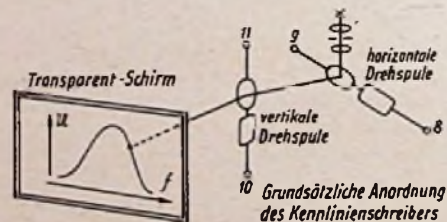

Abb. 2. Schema des Kennlinienschreibers
Von einem kleinen Oszillator (Abb. 1a) wird über das niederohmige Potentiometer P_1 die HF-Spannung entnommen und über eine abgeschirmte Leitung dem Spannungsteiler (Abb. 1b) zugeführt. Hierin wird die Spannung durch den Spannungsteiler S_1 (ca. 200 Ohm) in zehn gleiche Teile geteilt und kann über einen zehnteiligen Rastenschalter an der Klemme 5 entnommen werden. Außerdem erzeugt diese HF-Spannung im Spannungsteiler S_2 einen durch das Milliamperemeter (J) meßbaren Strom. Sind das Milliamperemeter (J) und der Spannungsteiler (S_2) frequenzunabhängig, so erhält man am Spannungsteiler eine unabhängig von der Frequenz meßbare Spannung. Als Milliamperemeter wurde ein Instrument mit Thermomuffen von 5 mA Vollausschlag und ca. 140 Ohm Widerstand verwendet. Der Spannungsteiler (S_2) ist aus dünnen (0,03 mm starken) reusenförmig angeordneten Manganindrähten aufgebaut und hat einen Gesamtwiderstand von rd. 0,9 Ohm. Die Frequenzabhängigkeit ist bis ca. 10^7 Hz vernachlässigbar. Am Spannungsteiler S_2 kann die Spannung über einen Rastenschalter meßbar abgegriffen werden. Diese Spannung (U), meist wenige Millivolt, wird (über 4 und 1) dem zu untersuchenden Schwingkreis, z. B. einem Reihenresonanzkreis (Abb. 1c) zugeführt. Mit Hilfe eines Umstecksockels können der oder die zu untersuchenden Schwingkreise in die Schaltung nach Belieben eingebaut werden. Die Ausgangsspannung U , für das in Bild 1c gewählte Beispiel ist das der Kondensatorspannung, wird an den Klemmen 7 und 1 mit Hilfe des in Abb. 1d gezeigten Röhrevoltmeters gemessen. Als Anzeigelinstrument (Klemmen 9 und 8) wird das Drehspulmeßwerk mit der horizontalen Drehspule des in Abb. 2 schematisch dargestellten Koordinatenschreibers verwendet.
Legt man nun an die vertikale Drehspule (Klemmen 10 und 11) in Abb. 2 des Kennlinienschreibers eine der Frequenz oder dem Drehwinkel des Kondensators C_1 (Abb. 1a) proportionale Spannung u , so wird die Abszissenablenkung des Kennlinienschreibers proportional der Frequenz. Beim Drehen des Kondensators C_1 durchläuft die Lichtmarke des Kennlinienschreibers z. B. die in Abb. 2 ange deutete Resonanzkurve. Die Erzeugung der dem Drehwinkel des Oszillator-kondensators C_1 proportionalen Span-